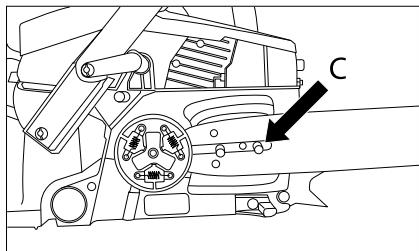

Рис. 6
- Установите шину таким образом, чтобы прорезь шины совпадала с обоими болтами (C) (рис. 6).